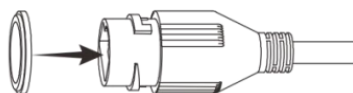

Рисунок 6.6 — Уплотнительное кольцо
1. Наденьте уплотнительное кольцо на разъем RJ-45 кабеля видеокамеры (Рисунок 6.6).